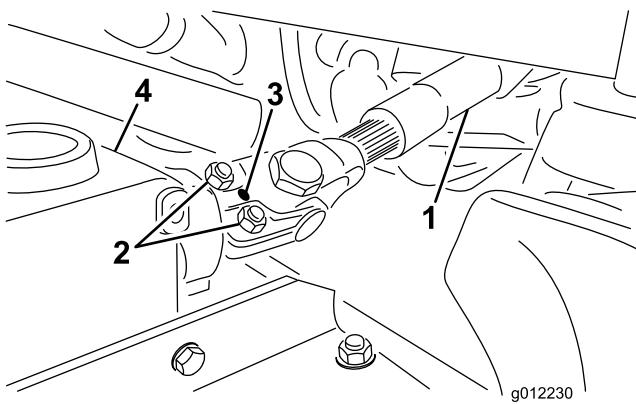

Figura 4
- Quite el pasador cilíndrico de la horquilla y del eje de la caja de engranajes (Figura 4).
- Afloje los 2 tornillos de caperuza y las contratuerca (Figura 4).
- Sujete la horquilla del extremo del árbol de la TDF al eje de la caja de engranajes con el pasador cilíndrico (Figura 4).
- Apriete las contratuerca para sujetar la horquilla al eje de la caja de engranajes (Figura 4). Apriete las contratuerca a 20–25 Nm.